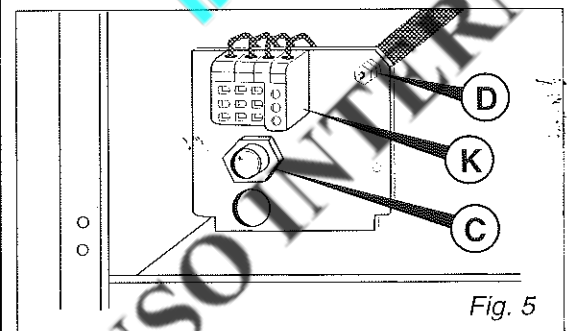

Fig. 5
- far passare il cavo di alimentazione attraverso il tubo **C** (fig. 5) ed effettuare l'allacciamento alla morsetteria **K** come da schemi elettrici in Appendice A.
L'apparecchio è dotato di un morsetto di equilibratura di potenziale **D** (fig. 5) che serve per collegare a terra i vari apparecchi in batteria, assicurando assoluta sicurezza all'utente.